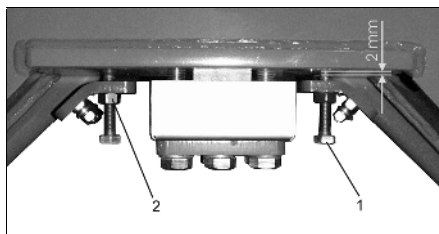

Рис. 57
Ограничительные болты (Рис. 57/1) устанавливаются с 2 мм зазором согласно иллюстрации.
- Открутите контргайки (Рис. 57/2).
- Отрегулируйте ограничительные болты (Рис. 57/1).
- Затяните контргайки (Рис. 57/2).